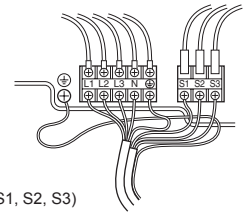

Fig. 6-2
6.1. Udendørs enhed (Fig. 6-1, Fig. 6-2)
- ① Afmonter servicepanelet.
- ② Før kablerne som angivet i Fig. 6-1 og Fig. 6-2